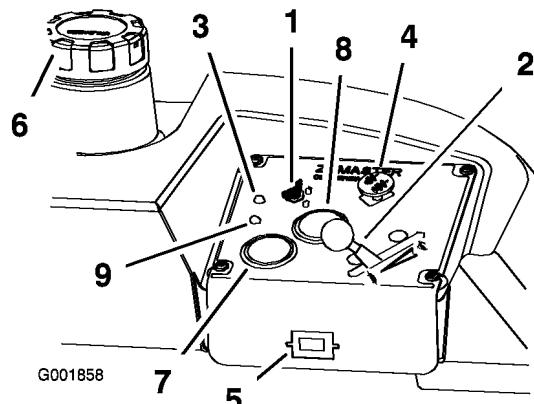

Bild 12
4. Schieben Sie den Zapfwellenantriebsschalter auf „Aus“ (Bild 12).
5. Stellen Sie den Gasbedienungshebel in die mittlere Stellung (Bild 12)..
6. Drehen Sie den Zündschlüssel nach rechts in die Lauf-Stellung (Bild 12). Die Glühkerzenlampe leuchtet auf.